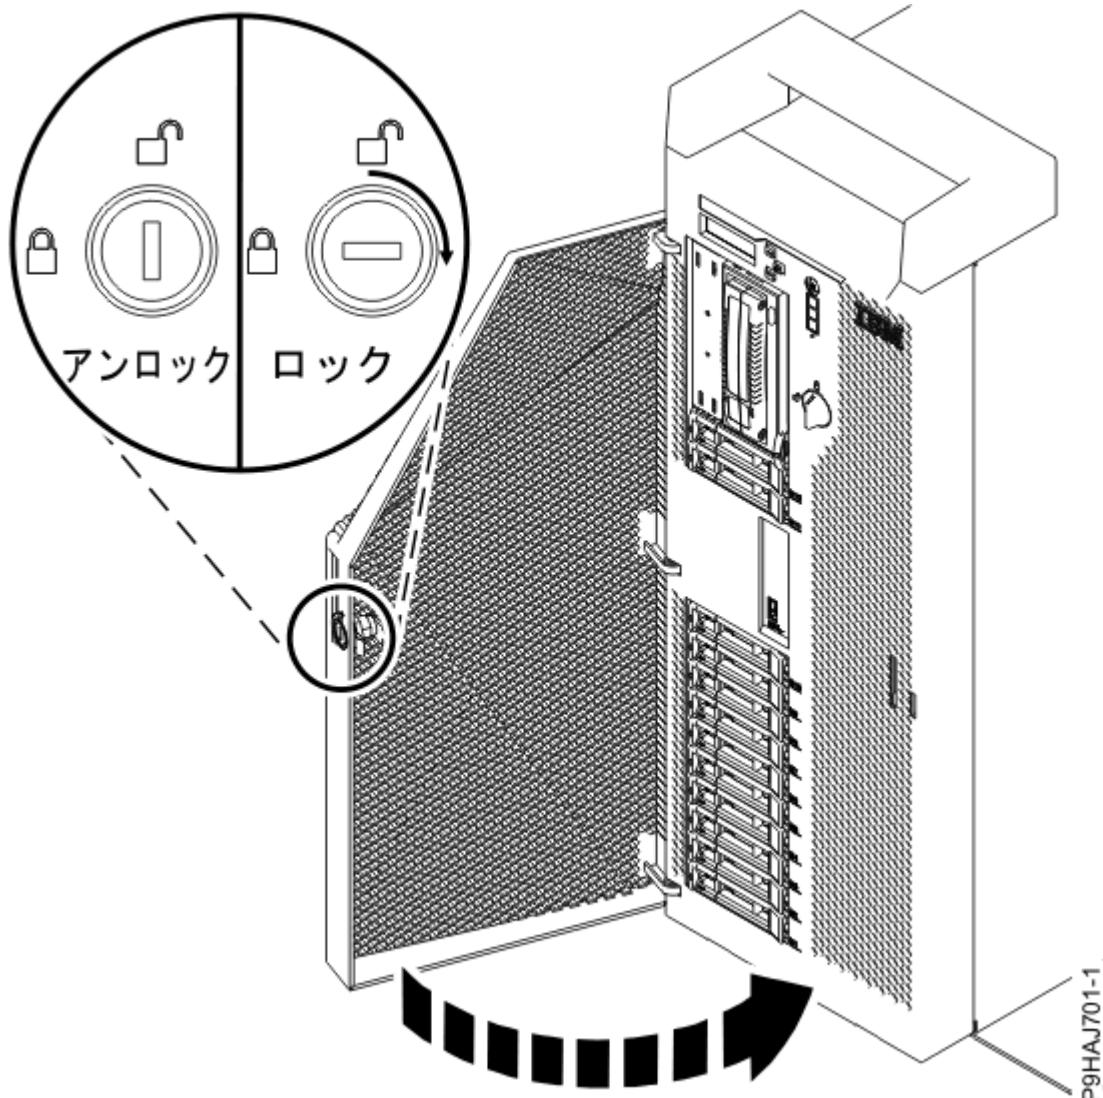

図 136. 前面ドアのロッキング
- e) 前面ドアを閉じます。前面ドアの鍵をロックに差し込みます(141 ページの図 136 を参照)。鍵を右(時計回り)にひねって、ドアをロックします。水平方向がロック状態で、垂直方向がアンロック状態です。